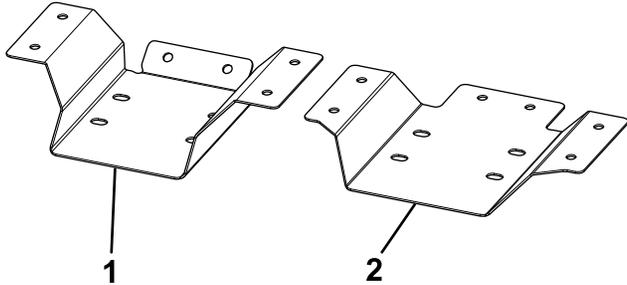

Figura 1
- Utilice la Figura 1 para determinar la placa de montaje exterior a utilizar con su modelo de esparcidor.